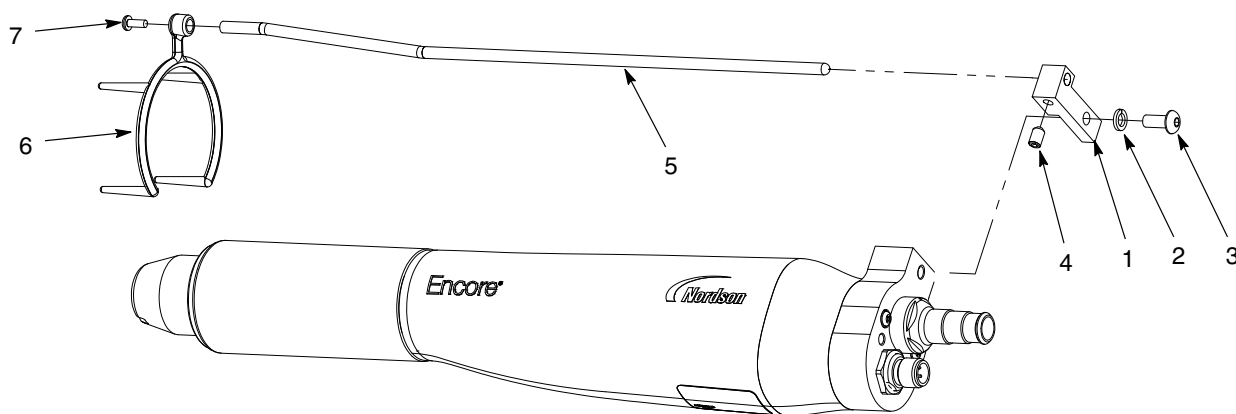

Bild 6 Montage av jonfångare - fiskstjärtformat munstycke visat
1. Se bild 6. Montera fästblocket (1) på pistolen med M5 låsbrickan och skruven (2, 3).
2. Sätt i kollektorelektroden (5) i blocket och fäst den med M5 x 8 stoppskruven (4) som ingår i jonfångarsatsen.
3. Skjut på ringen med flera spetsar (6) på munstycket och fäst den på kollektorelektroden med M3 skruven (7).